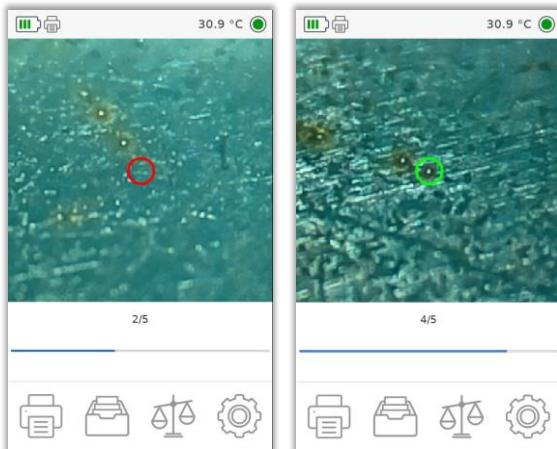

Рисунок 20 Измерение с функцией Позиционирование
5.6.1.8.4. Кнопка включения функции Позиционирования. При включении этой функции производится контроль положения образца перед отверстием спектрометра. При неправильном положении «прицел» отображается красным, при правильном – зеленым (Рисунок 20). С помощью Позиционирования осуществляется предобжиг поверхности для испарения с поверхности загрязнения, что позволяет уменьшить погрешность, вносимую плохой подготовкой поверхности. После определения корректного положения образца будет произведен выстрел с последующим определением состава (если была выбрана серия, то будет сделан поиск нового места для выстрела).